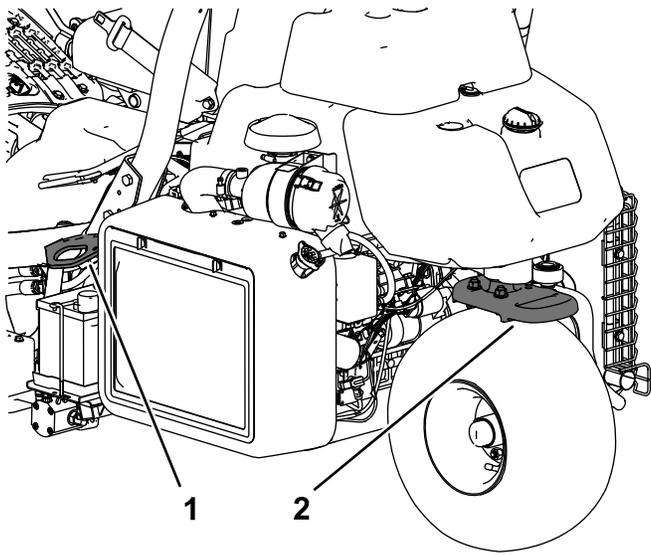

Рисунок 27
- Надежно закрепите машину с помощью ремней, цепей, тросов или веревок. И передний, и задний ремни должны быть направлены вниз и в сторону от машины (Рисунок 27).